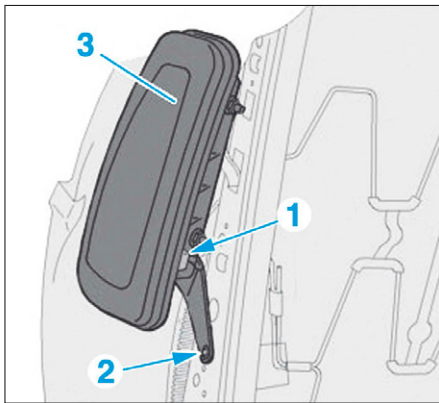

FIG. 4
- Débrancher le connecteur (1) (Fig.4).
- Percer la tête du rivet (2) à l'aide d'un foret de diamètre 6 mm.
- Déposer l'airbag latéral (3).